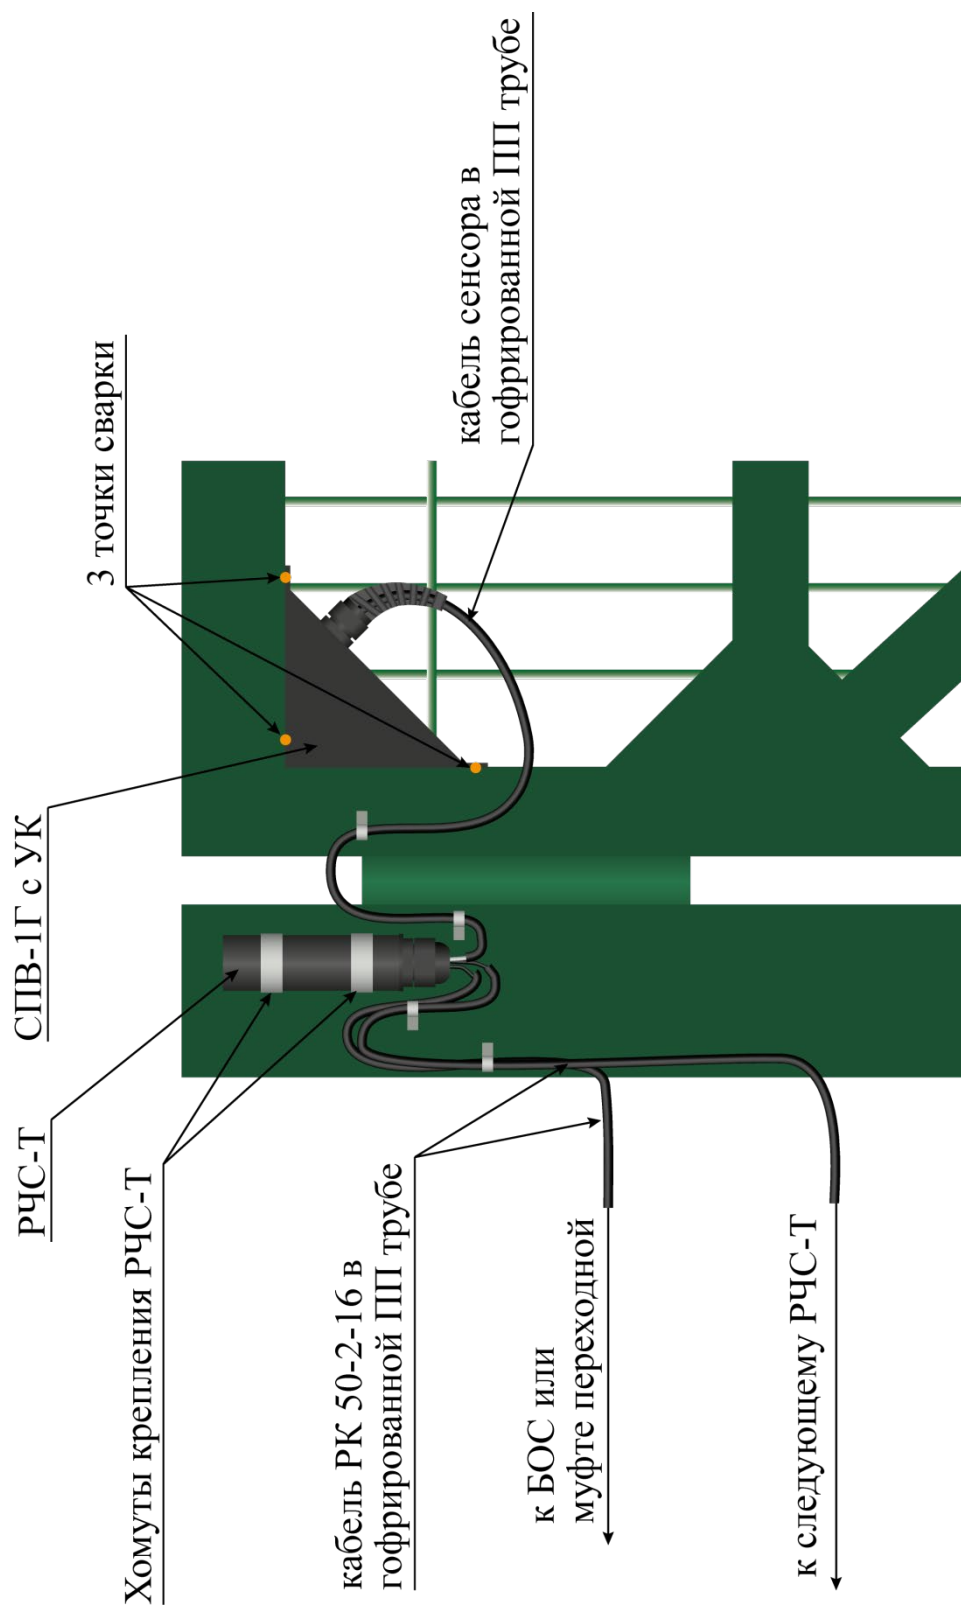

Рисунок 4.39 – Установка сенсора СПВ-1Г с узлом крепления на створке ворот (калитки)
- сенсор расположить в углу створки ворот (калитки) со стороны петли (рисунок 4.39);
- узел крепления сенсора закрепить к каркасу створки методом сварки (рисунок 4.39);
- закрепить РЧС-Т хомутами к опоре ворот (калитки) или каркасу створки ворот (калитки) гермовводом вниз (рисунок 4.39);
- закрепить к опоре ворот (калитки) металлическими скобами металлорукава с кабелем РК (рисунок 4.39);
- один кабель РК подключить к БОС или к муфте переходной (в зависимости от проекта), другой через протяжную коробку к следующему РЧС-Т (рисунок 4.39).